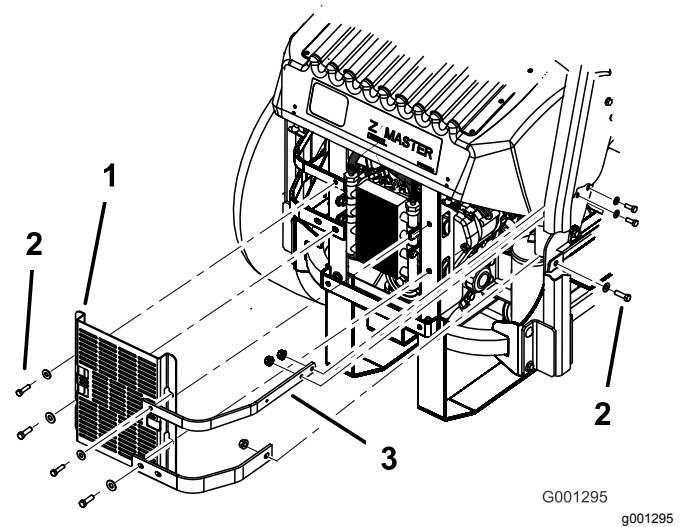

Figura 78
3. Retire los 4 pernos que fijan el protector del enfriador de aceite al bastidor trasero (Figura 78).
4. Retire los 3 pernos que fijan las bridas del motor al lateral de la máquina (Figura 78).
12. Instale el protector del enfriador de aceite y las bridas del motor al bastidor trasero con los 4 pernos que retiró anteriormente (Figura 78).
13. Instale las bridas del motor en el lateral de la máquina (Figura 78).